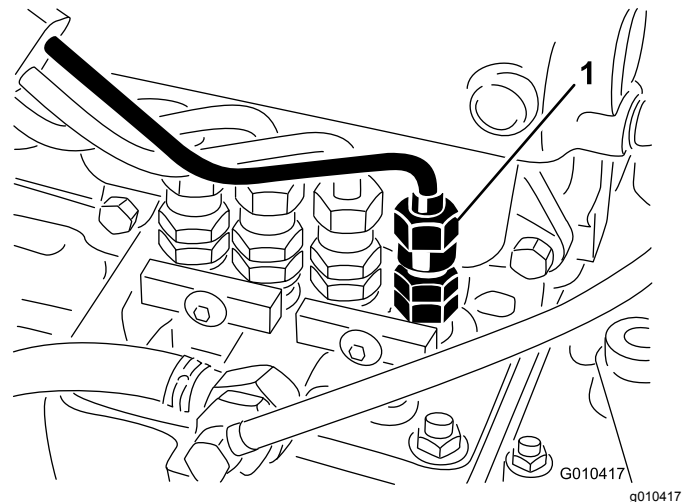

Figura 40
1. Allentate l'attacco del tubo con l'assieme del supporto e dell'ugello dell'iniettore n. 1 sulla pompa di iniezione (Figura 40).